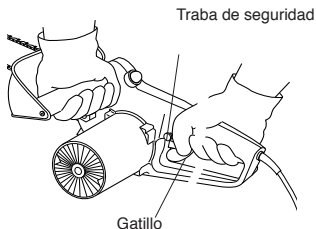

Figura 10 - Ubicación del Bloqueo del Interruptor y el Gatillo
3. Utilice ambas manos para sujetar la sierra. Utilice siempre la mano izquierda para asir el mango anterior y la derecha para tomar la posterior. Sujétela con firmeza: los mangos de la sierra deben quedar bien tomados por sus dedos (vea la Figura 10).
5. Cuando esté listo para realizar un corte, presione con el pulgar derecho el bloqueo del interruptor y apriete el gatillo (Vea la Figura 10); la sierra se encenderá. Al soltar el gatillo, se apagará. Cerciórese de que la cadena está girando a su máxima velocidad antes de comenzar a cortar.